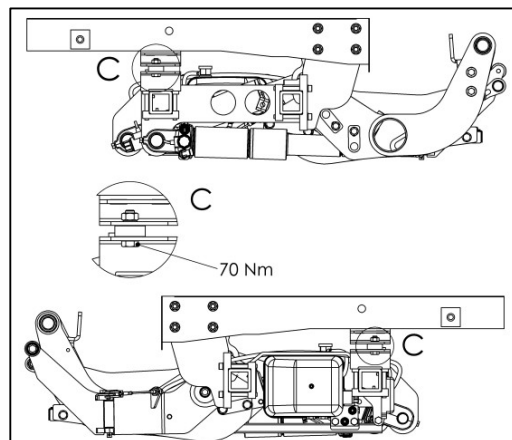

Fig. 35
- Fije los adaptadores de instalación delanteros al mecanismo de elevación y apriételes a 70 Nm (51.6 lbs-ft) (ver Fig. 35).